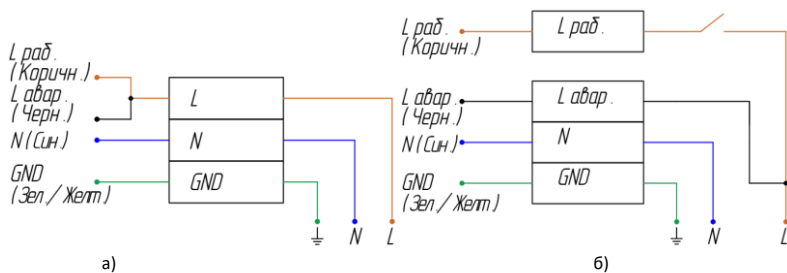

Рисунок 10 — Схема подключения аварийного светильника:
5.4.4. Если предполагается включать и выключать светильник в рабочем режиме, присоедините фазный рабочий провод (Лраб.) к клемме Лраб. через выключатель (см. рисунок 10, б). В данном случае возможно включение/отключение рабочего освещения через выключатель. В случае возникновения аварийного отключения электроэнергии светильник автоматически перейдет в аварийный режим при любом положении выключателя.
6.1.6. Если предполагается включать и выключать светильник в рабочем режиме, присоедините фазный рабочий провод (Lраб.) к клемме Lраб. через выключатель (см. рисунок 10, б). В данном случае возможно включение/отключение рабочего освещения через выключатель. В случае возникновения аварийного отключения электроэнергии светильник автоматически перейдет в аварийный режим при любом положении выключателя.
- 6.2.7. Если предполагается включать и выключать светильник в рабочем режиме, присоедините фазный рабочий провод (Лраб.) к клемме Лраб. через выключатель (см. рисунок 10, б). В данном случае возможно включение/отключение рабочего освещения через выключатель. В случае возникновения аварийного отключения электроэнергии светильник автоматически перейдет в аварийный режим при любом положении выключателя.